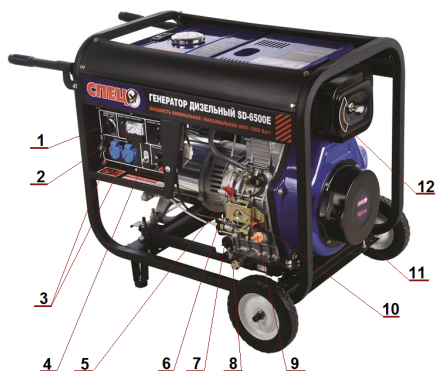

Рис.1. Общий вид SD-6500E
4.4. Основные элементы генератора показаны на рис. 1